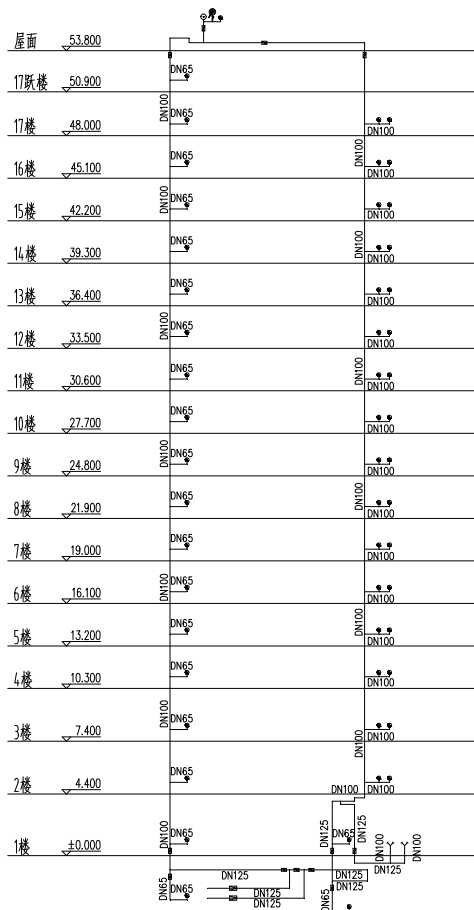

图 13-74 消防管线管径标注
⑧ 管径标注。在命令行中输入 GJBZ 命令按回车键，弹出【管径】对话框，在其中设置参数，为管线绘制管径标注，结果如图 13-74 所示。